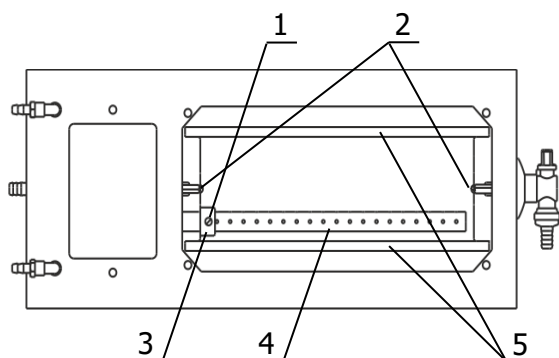

Рисунок 5 — Извлечение рабочей ванны термостата
2.5.9 Для извлечения и очистки рабочей ванны термостата необходимо ослабить винт 1 (рисунок 5), раскататель 4 выдвинуть из втулки 3 до упора в противоположную стенку ванны. Винты 2 выкрутить полностью и вынуть рабочую ванну, удерживая ее за металлические уголки 5.